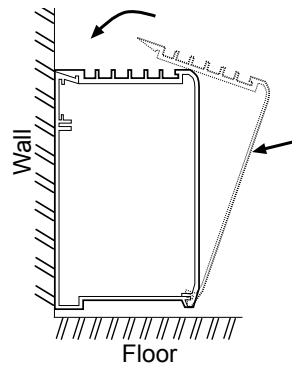

Fig. 4
17. Avant la mise sous tension, assurez-vous que le couvercle frontal est bien installé sur le carter arrière, sur toute la longueur du radiateur – Voyez la Figure 4. Ne faites pas fonctionner un radiateur sans que son couvercle frontal soit en place.
- Remettez en place le couvercle frontal en mettant le bord avant inférieur du couvercle frontal sur le bord frontal inférieur du carter arrière et en poussant le couvercle tout droit en arrière pour verrouiller le tout. Voir la Figure 4.
- Remettez en place les couvercles frontaux en suivant l'étape 10 de l'installation d'unité unique (Voir la Figure 4).
5. Remettez en place le couvercle frontal comme montré en figure 4, en vous assurant qu'il est bien verrouillé en place sur toute la longueur du radiateur. Rétablissez l'alimentation du radiateur et vérifiez son bon fonctionnement.